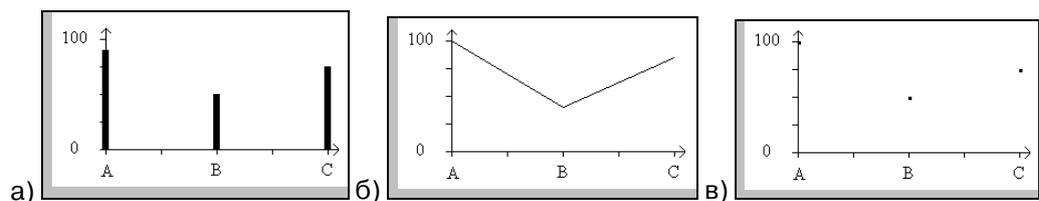

Рисунок 124
Элемент «Гистограмма» предназначен для графического отображения на экране панели значений дискретных данных, представляющих собой значения нескольких последовательных ячеек. Данные могут отображаться в виде столбцов, высота которых пропорциональна значениям данных (см. рис. 124, а; буквы и цифры в изображении элемента не входят в его состав и введены дополнительно), в виде линии графика, проходящего через точки, размещение которых на вертикальной оси рисунка пропорционально значениям данных (см. рис. 124, б), в виде точек, размещение которых на вертикальной оси рисунка пропорционально значениям данных (см. рис. 124, в). Элемент может вставляться в компоненты «Экран» и «Окно» проекта.
- Ломаная – в виде линии графика, проходящего через точки, размещение которых на вертикальной оси рисунка пропорционально значениям данных (см. рис. 124, б).
- Точки – в виде точек, размещение которых на вертикальной оси рисунка пропорционально значениям данных (см. рис. 124, в).
- Столбцы – в виде столбцов, высота которых пропорциональна значениям данных (см. рис. 124, а).